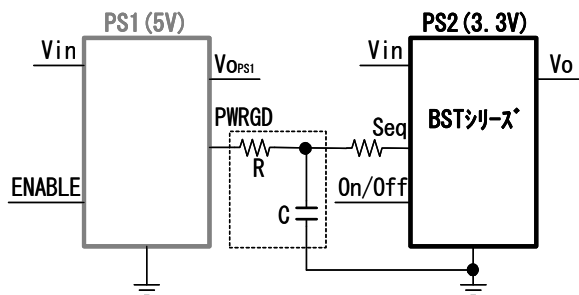
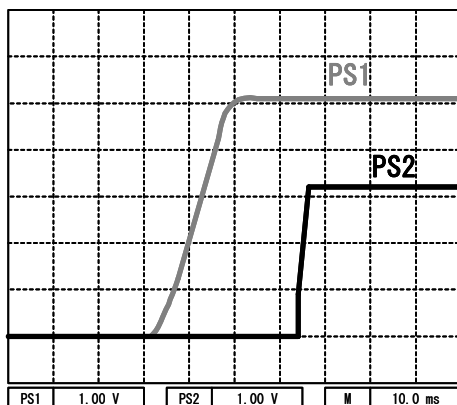
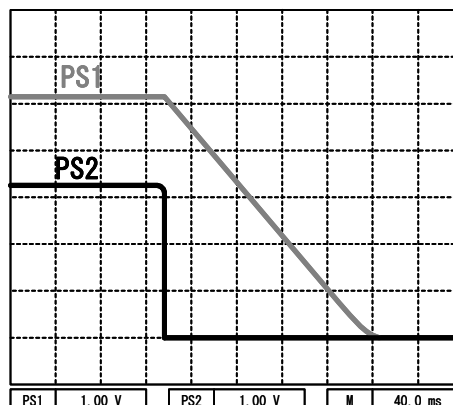

図13 シーケンシャル動作接続例
図14 シーケンシャル動作 (Power-Up)
図15 シーケンシャル動作 (Power-Down)
シーケンシャル動作の例を図13に示します。PS1(5V)からのPWRGD信号を点線内の抵抗・コンデンサ等の部品で回路を構成し、PS2(3.3V)のSeq端子に制御電圧を入力します。図14、15が動作時の波形です。図14(Power-Up)ではPS1(5V)を最初に起動させ、PS1(5V)が安定な電圧に達した時に出力されるPS1のPWRGD信号を点線内のR-C等の部品で構成した時定数回路で時定数を作りPS2(3.3V)のSeq端子へ入力しPS2(3.3V)を制御した時の波形です。図15(Power-Down)はPS1(5V)の出力電圧が定格電圧の約90%以下で出力されたoff信号を利用し、PS2(3.3V)をoff制御させた時の波形を示しました。
- ・ 図13の点線内の時定数回路(C-R)はブロック図です。実使用時には実用にあわせた回路を構成してください。